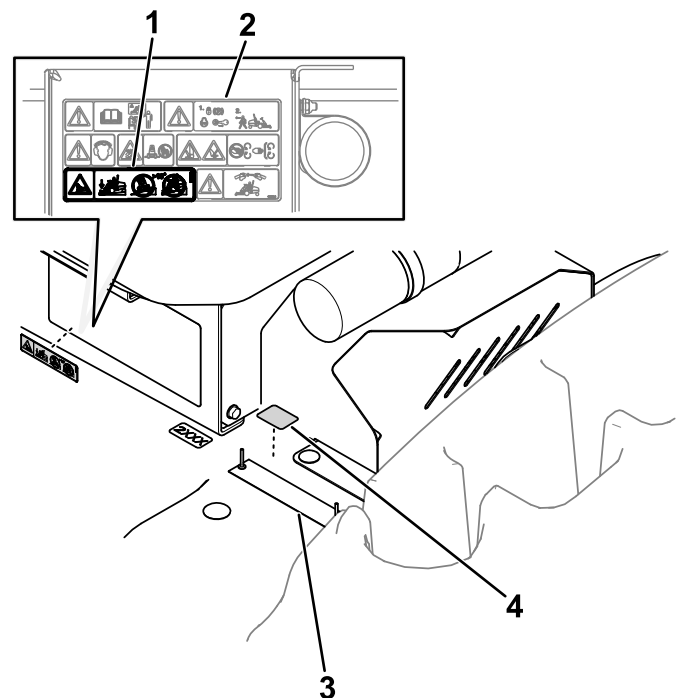

Figura 14
2. Aplicai autocolantul adecvat în zona din apropierea plăcuiei cu numărul de serie aa cum se arată în Figura 14.
3. Aplicai pe suprafaa autocolantului de avertizare aa cum se arată în Figura 14.
Important: Asigurați-vă că suprafeele de aplicare indicate în Figura 14 sunt curate i uscate înainte de a aplica autocolantele.